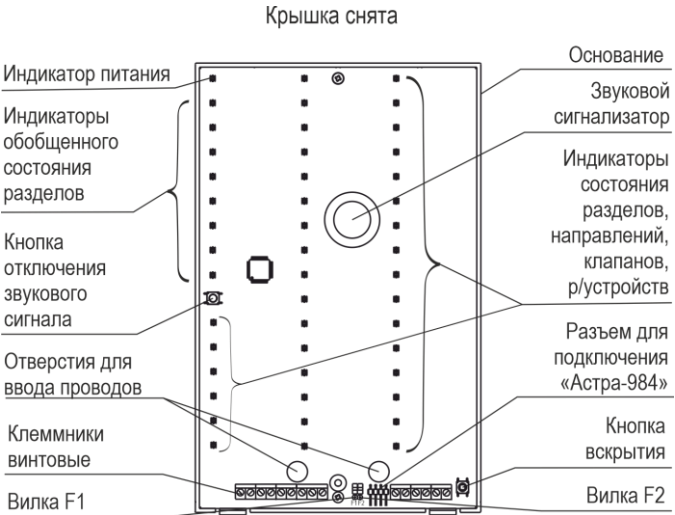

Рисунок 2
- 4.1 Конструктивно БИ выполнен в виде блока, состоящего из основания и съемной крышки. Внутри блока смонтирована печатная плата с радиоэлементами (рисунок 2).